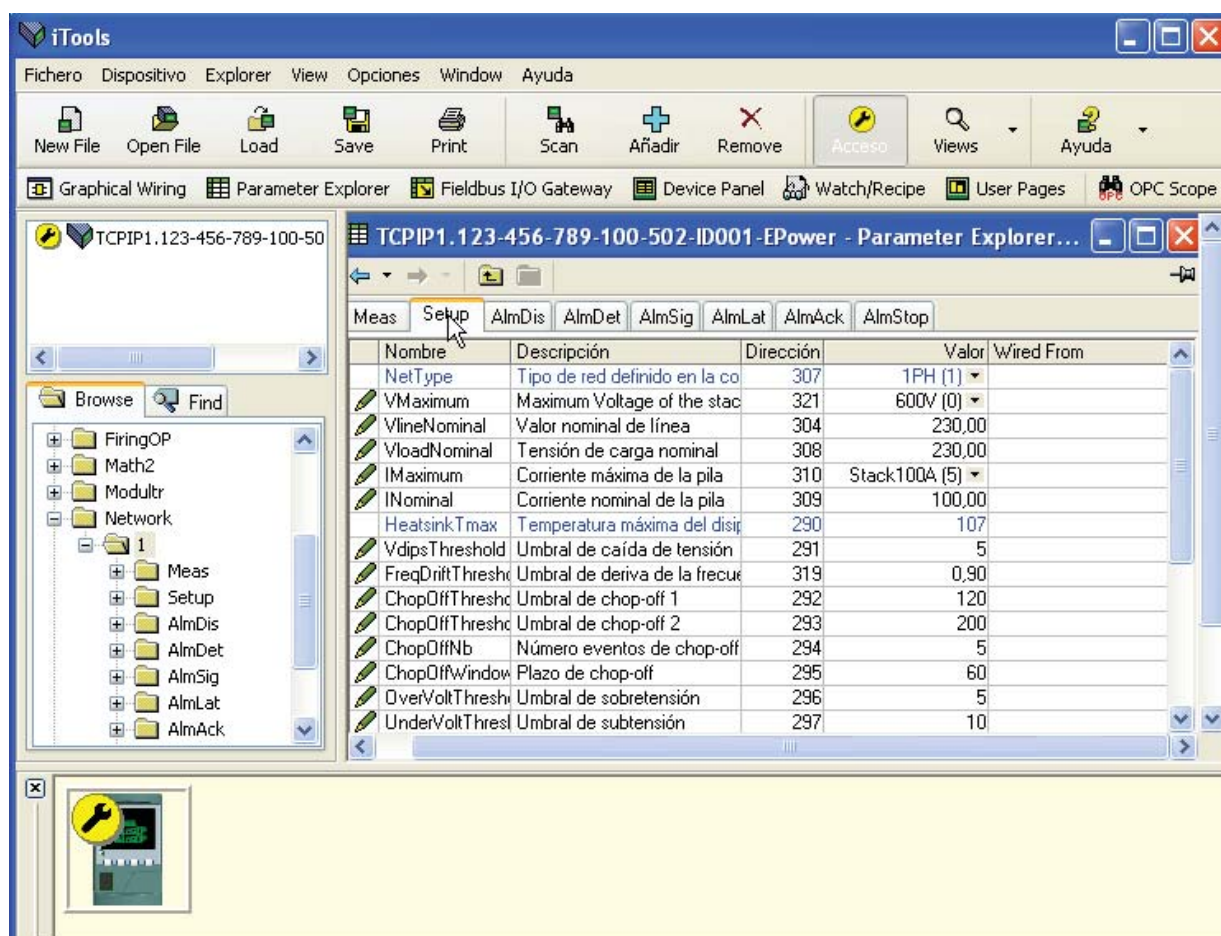
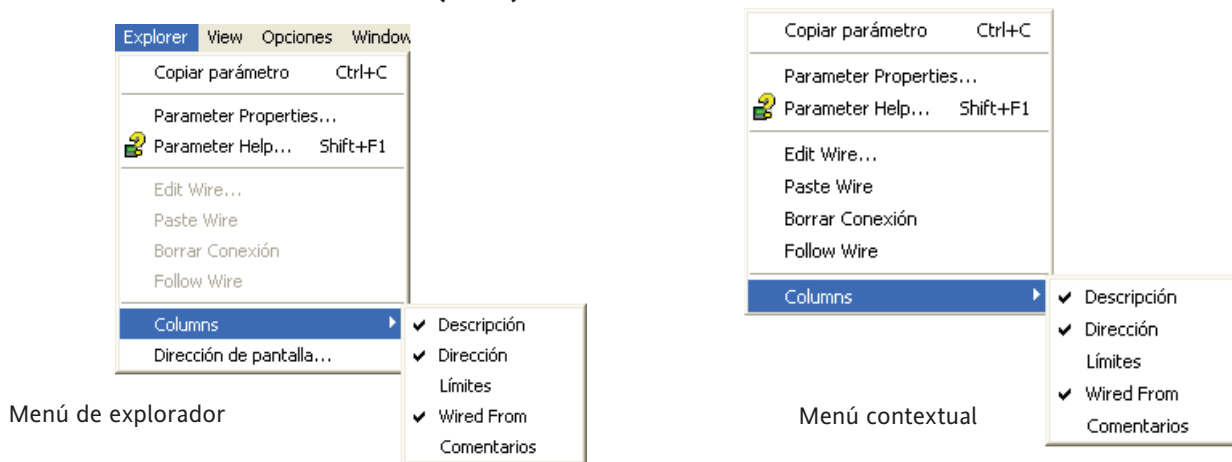

Figura 7.4a Ejemplo de tabla de parámetros
Figura 7.4b Activar/desactivar columna
En cada caso, los parámetros del bloque de función aparecen en la ventana de iTools en forma de fichas, como en el ejemplo de la siguiente figura 7.4a.
La figura superior muestra el diseño por defecto de la tabla. Es posible añadir o eliminar columnas de la vista mediante el objeto Columnas del explorador o los menús contextuales (figura 7.4b).
1. No es posible modificar los parámetros en azul (solo lectura). En el ejemplo anterior, todos los parámetros son de solo lectura. Los parámetros de lectura/grabación son negros y tienen el símbolo de un lápiz en la columna de acceso lectura/grabación en el extremo izquierdo de la tabla. Aparecen algunos de estos elementos en la anterior figura 7.4a.
2. Columnas. La ventana del explorador por defecto (figura 7.4a) contiene las columnas Nombre, Descripción, Dirección, Valor y Cable desde. Como puede verse en la figura 7.4b, es posible seleccionar las columnas que desea mostrar hasta cierto punto mediante el menú del explorador o el menú contextual. Se han activado los límites para el ejemplo anterior.
Permite al usuario activar/desactivar una serie de columnas de la tabla de parámetros (figura 7.4b).